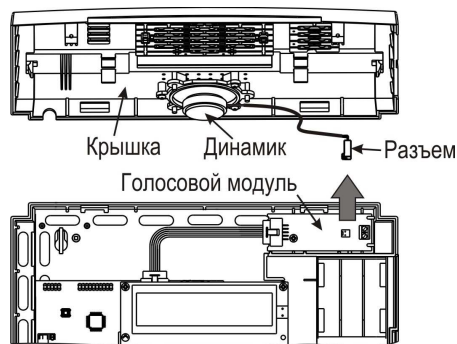

Рисунок 2
6.3 Установить на вилку платы голосового модуля разъем, подключающий динамик (рисунок 2).